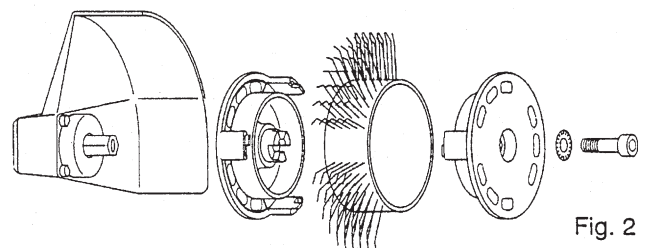

Fig. 2
4. Bringen Sie bei abgetrennter Druckluftversorgung das Schleifband mit dem Adapter und der speziellen Schraube ordnungsgemäß an das Werkzeug an. Siehe Abb. 2. Stellen Sie sicher, dass die Borsten des Bands entsprechend der Rotation des Werkzeugs in die korrekte Richtung zeigen. Siehe Seite 4.